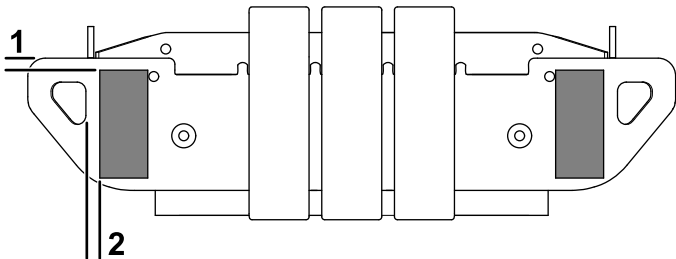
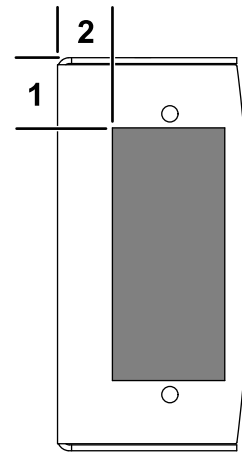

Figure 30
Figure 31
9. Appliquez 2 bandes réfléchissantes rouges sur le pare-chocs arrière et 1 bande réfléchissante sur le boîtier de chaque éclairage en respectant les dimensions indiquées à la **Figure 30** et la **Figure 31**.